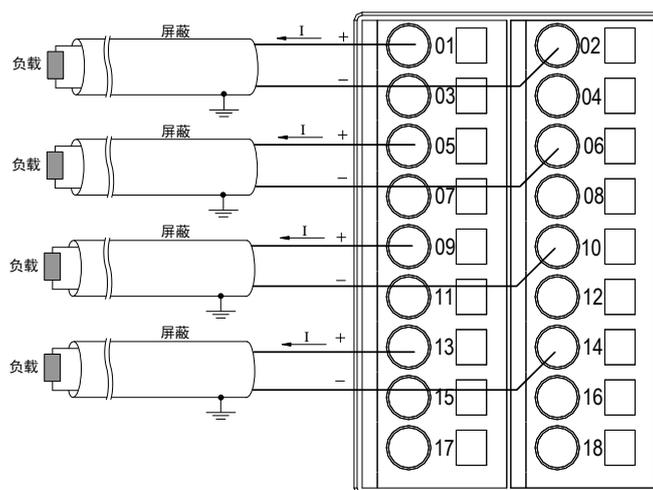

图 185 LK511 背板端子接线示意图
- 4 路电流型 AO，仅使用图 185 中 4 对接线端子，其余端子不用，严禁接线。